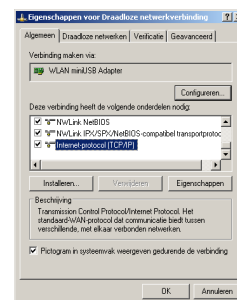

Figure 1: Protocoles installés
- L'écran (figure 1) montre les protocoles installés sur votre ordinateur.